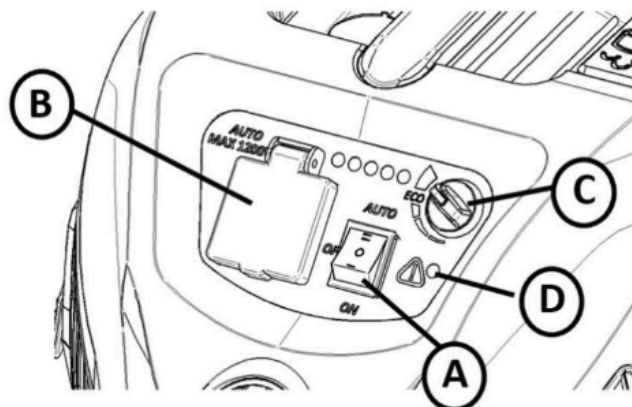

Fig. 10
Si la máquina está equipada con el sistema de limpieza de filtro semiautomático, el filtro puede limpiarse cerrando la entrada del tubo de mano (A). No obstante, si la máquina está equipada con un regulador de potencia, ajuste en primer lugar la máquina a la potencia máxima (ver fig. 10). Cierre la entrada manualmente o utilice el orificio de la máquina (B). Una vez cerrada la entrada, espere 2-3 segundos hasta que se genere la presión negativa más elevada posible. Presione con rapidez el botón de limpieza del filtro (C) 5 veces seguidas. Así se limpiará el filtro y se restaurará la potencia de aspiración.